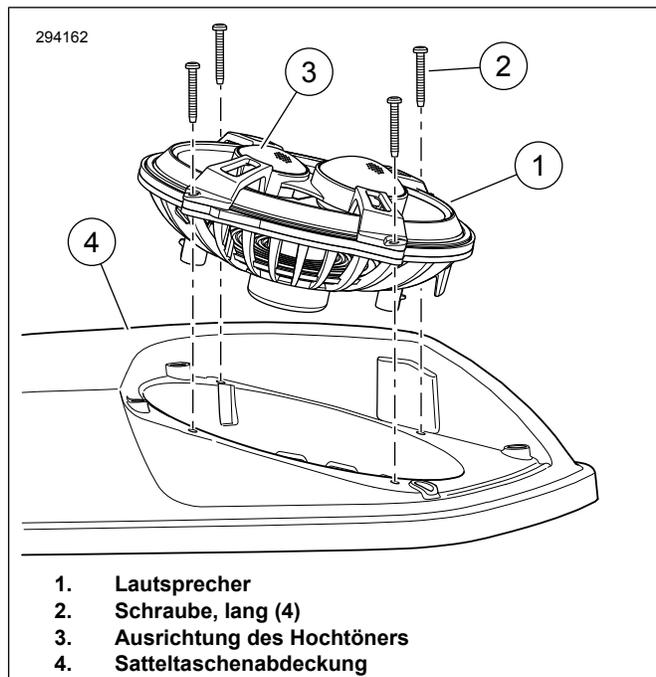

Abbildung 3. Ausrichtung des Lautsprechers
7. Siehe Abbildung 3. Die Schrauben (2) entfernen. Die Schrauben halten den Lautsprecher am Satteltaschendeckel.
8. Lautsprecher entfernen (1).